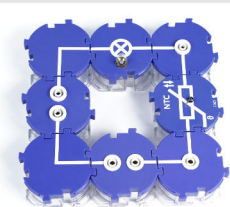

Abb. 3
- Bau anstelle des Bausteins mit gerader Leitung, die Lampenfassung mit 4 V-Glühlampe, wie in Abb. 3 und Abb. 4, ein.